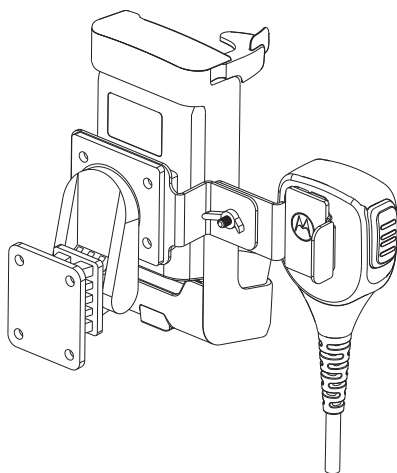

Abb. 3. Befestigen des RSM an der RSM Halterung
8. Durch die RSM-Halterung kann der Benutzer das RSM, wie in Abb. 3 dargestellt, befestigen.